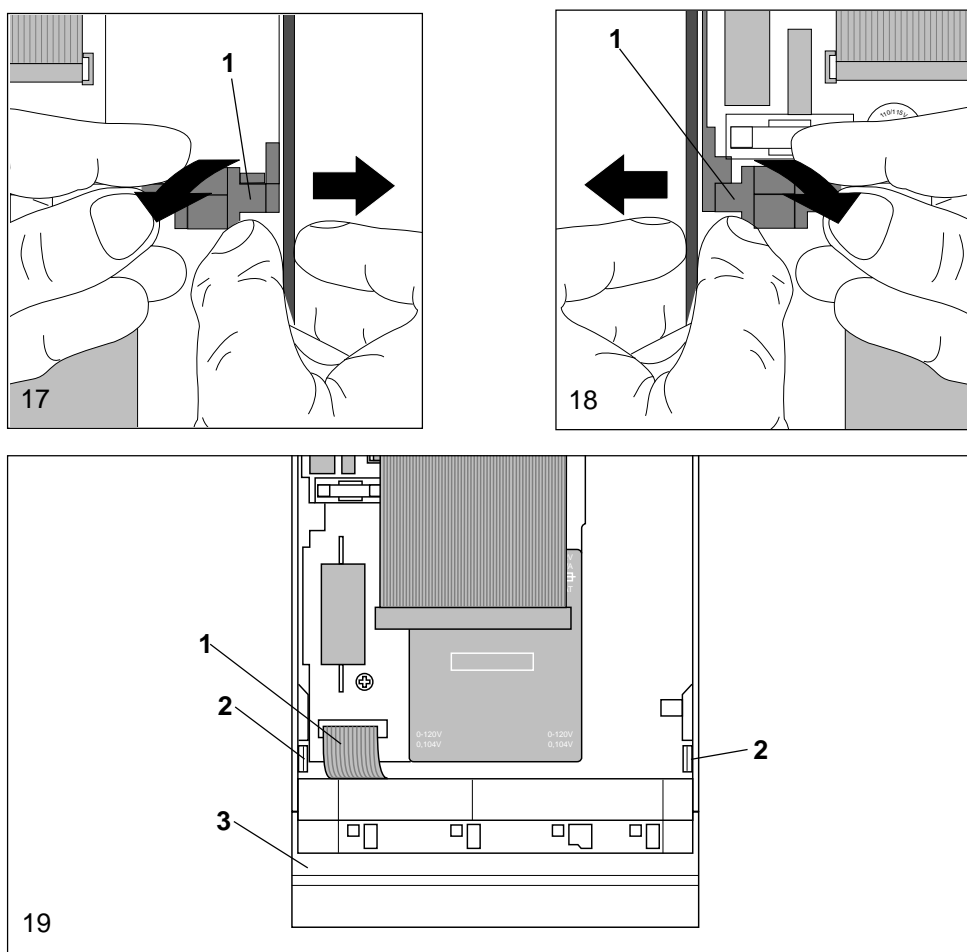

Abb. 17–19: Auszahlsatz auswechseln
- rechte Seitenwand des Gehäuses nach außen drücken und eingerastete Zwischenwand (1) mit Kassenkanal herausziehen, (Abb. 17),
- linke Seitenwand des Gehäuses nach außen drücken und dort die eingerastete Zwischenwand (1) herausziehen, (Abb. 17),